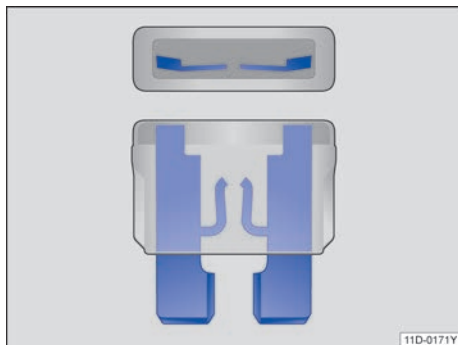

图 139 烧断的保险丝：扁平插入式保险丝
- 烧断的扁平插入式保险丝 (ATO®、MINI®、MAXI+®) 可从上面和侧面透过透明外壳透过熔断的金属条来识别 → 图 139。